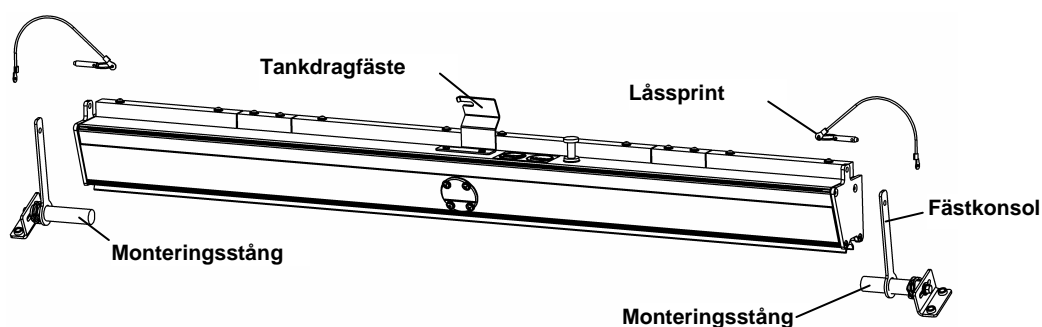

Bild 4-4
2. Lossa låssprintarna från fästkonsolerna i oljetankens båda ändar (se bild 4-4).